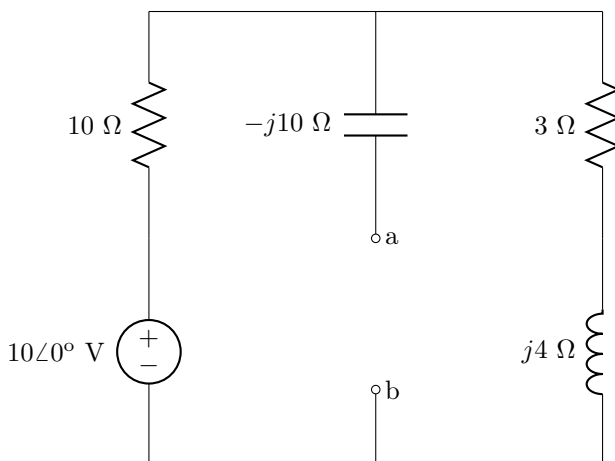

Figura 5.10: Circuito del problema 20.
20. En el circuito de la figura 5.10 halla el valor de la impedancia que habría que conectar entre a y b para que recibiera la máxima potencia. ¿Cuáles serían su tensión y su potencia?